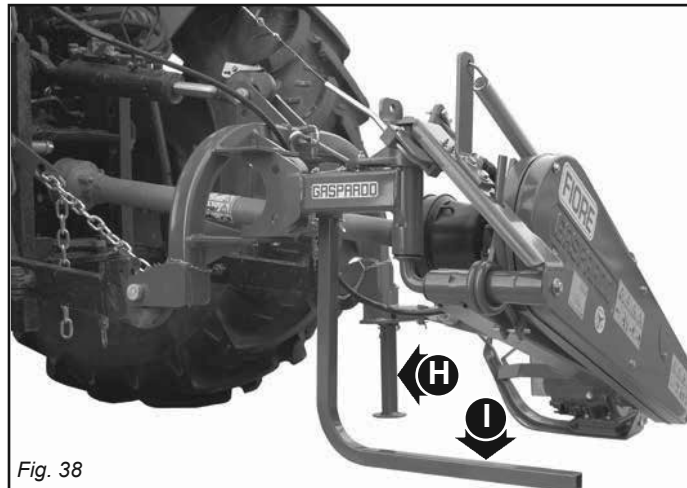

Fig. 38
- **Après quoi, entreposez-le de manière stable dans un local sec, hors de la portée des personnes non autorisées. La faucheuse doit être montée sur un terrain plat et compact, installée sur chandelles (H-I, Fig. 38).**